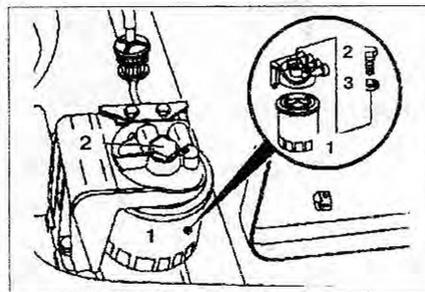

Рис. 1.12. Замена топливного фильтра на двигателях 602.984/985
1. Открутите болт 2 и снимите фильтрующий элемент 1 (рис. 1.12).